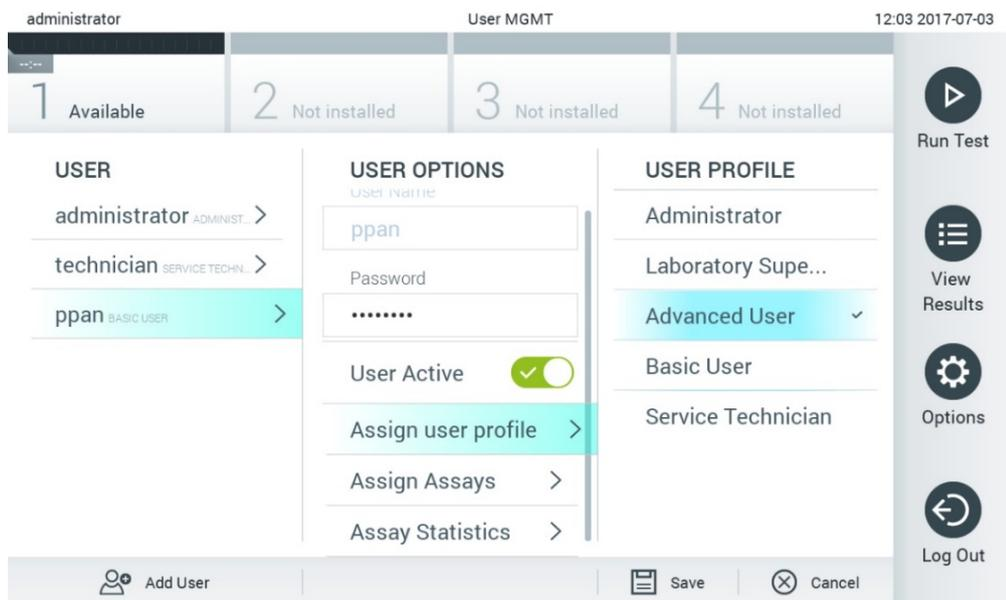

Figura 61. Atribuindo perfis a usuários.
- Assign User Profile (Atribuir perfil de usuário): permite atribuir um perfil de usuário diferente (por ex., Administrator [Administrador], Laboratory Supervisor [Supervisor de laboratório], Advanced User [Usuário avançado], Basic User [Usuário básico]). Selecione o perfil de usuário adequado a partir da lista à direita da área de conteúdo (Figura 61).